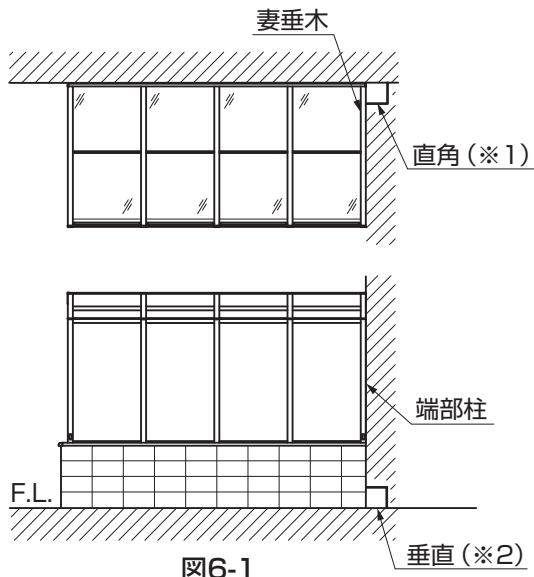
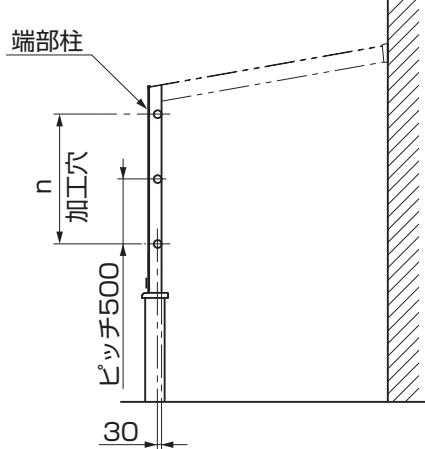

図6-1
図6-2
- 車体外壁の直角度(※1)、垂直度(※2)に狂いが生じている場合は、取付けることができませんので、修正してください。修正時の部材については、現場で手配してください。(図6-1参照)
①入隅側の端部柱に、 $\phi 10$ 、 $\phi 5$ の穴をあけてください。(図6-1、図6-2、表6-1参照)